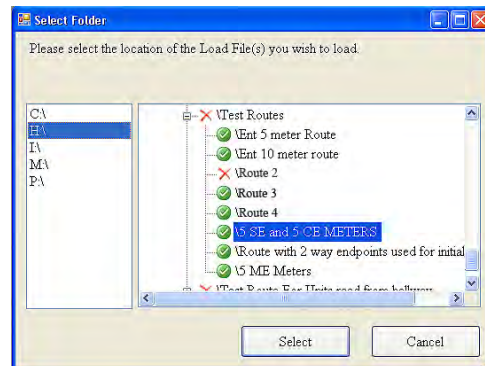

Figura 15: Ventana Select Folder
4. Haga clic en la letra de la unidad correspondiente a la memoria USB. En la Figura 15, la memoria está utilizando la unidad H.